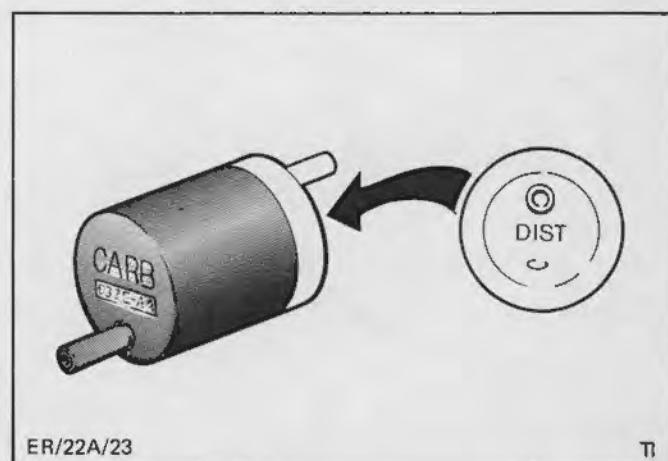

Fig. 40. Benzinlåsens forbindelser
3. Forbind benzinlåsen med den sorte side mod karburatoren (mærket 'CARB') og den hvide side mod strømfordeleren (mærket 'DIST'), Fig. 40.